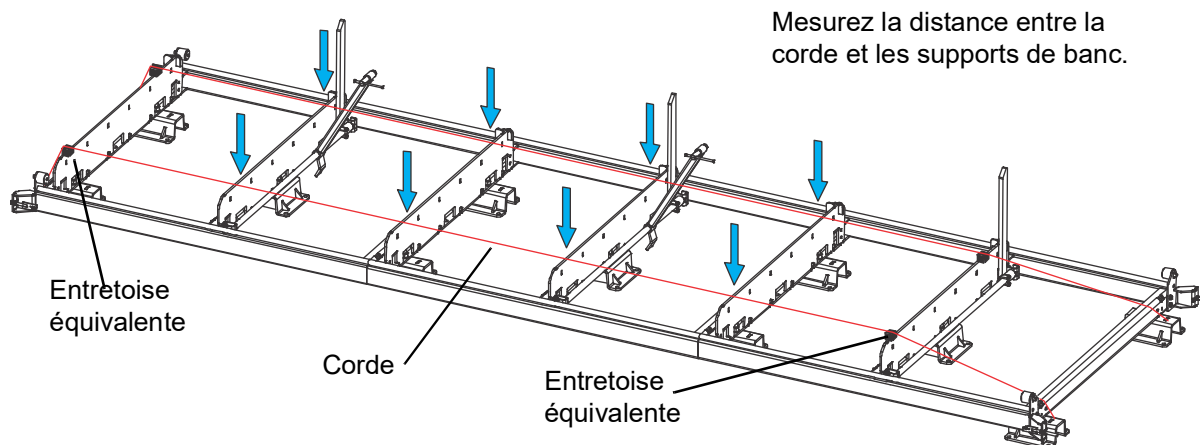

FIG. 3-13
2. Tendez une corde entre le support de banc avant et le support de banc arrière côté opérateur du châssis. Voir Figure 3-13.